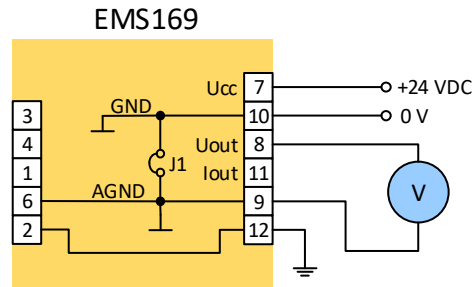

Рис. 7. Функциональное испытание преобразователя.
2. *Контроль функциональности преобразователя.* Правильную работу преобразователя возможно в ограниченном диапазоне определить простым контролем. Преобразователь надо установить на биполярный выход напряжения – 10в ... + 10 в (на переключателе J4 соединить шпильку 2 и 3, клеммы J2 = J3 = ON). Подключить к напряжению питания, на вход не подключать никакой датчик. На выход подключить вольтметр или амперметр в зависимости от того, какой тип выхода мы хотим измерять, см. рис. 7 . Примечание. В приведённых далее подключениях нарисован вольтметр, но при применении выхода тока надо контролировать и ток.